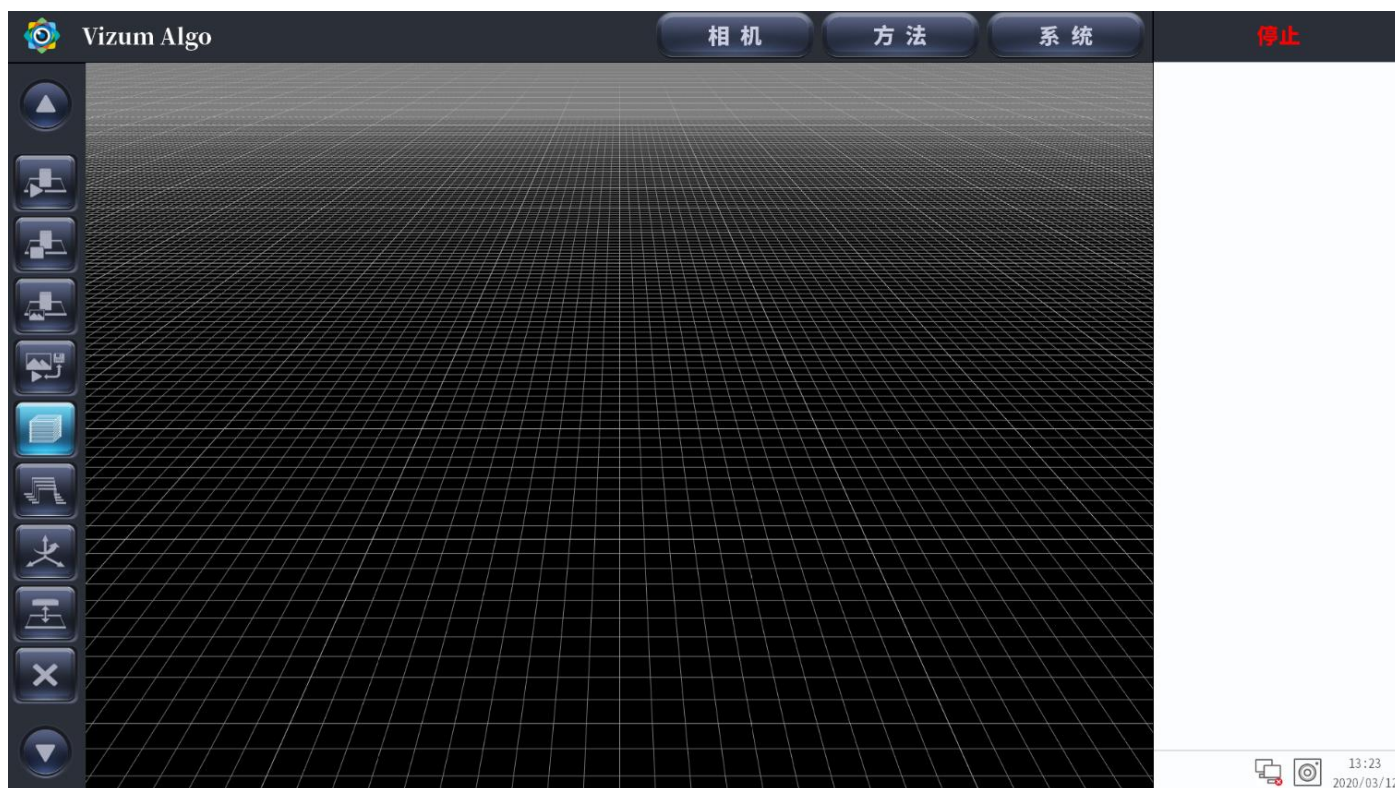

图 2 初始界面
2、首先对星光眼进行参数设置，放置标块于滑台上，打开软件 VizumAlgo 软件，进入初始界面。图 2 界面说明：